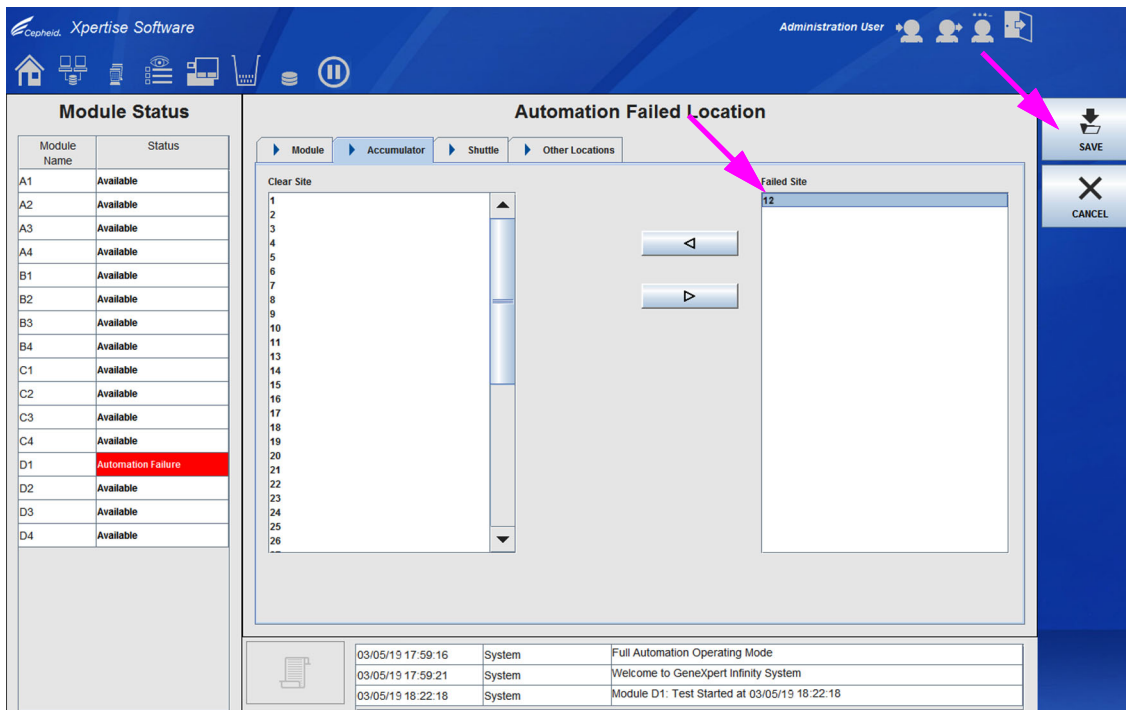

Figura 9-89. Área de trabalho Automation Failed Location (Localização de falhas de automatização)
3. Na área de trabalho Automation Failed Location (Localização de falhas de automatização) selecione os locais falhados no painel **Failed Site (Local falhado)** e desloque-os para o painel **Clear Site (Local desimpedido)** selecionado o botão da seta esquerda . Ver Figura 9-89.